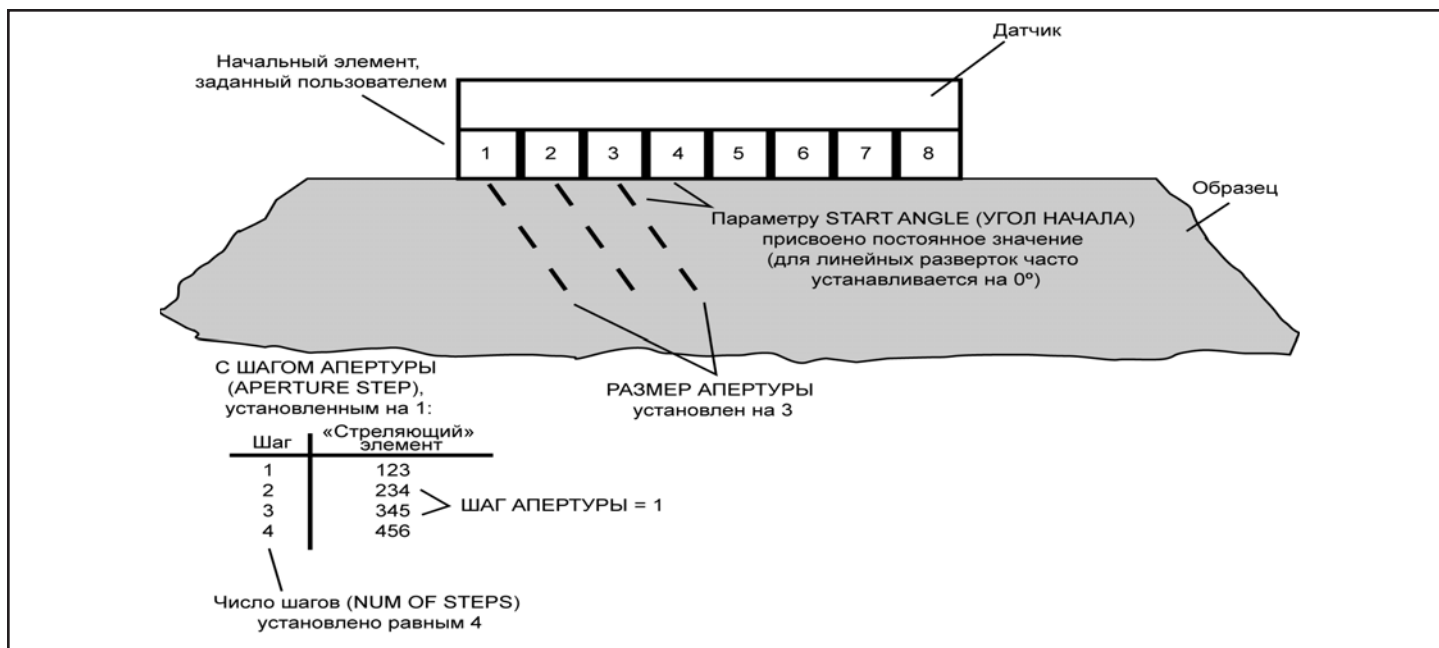

РИСУНОК 2-7—Параметры линейной развертки
– Управление импульсами нескольких элементов при постоянном угле (Рисунок 2-7)